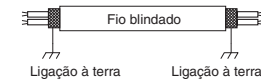

Fig. 5-2
- Utilize fios blindados para a instalação eléctrica de controlo entre unidades (c) e ligue a blindagem à terra em ambos lados; caso contrário, pode ocorrer um mau funcionamento devido ao ruído. (Fig. 5-2) Ligue os fios como mostrado na Secção "5-3. Diagramas do sistema eléctrico".